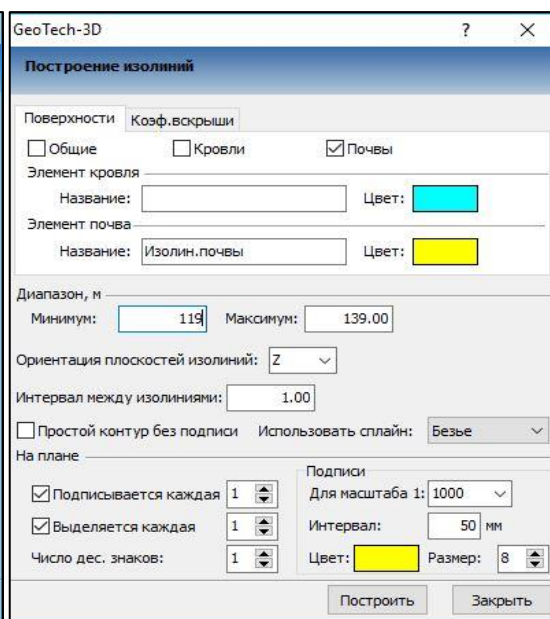

Рис. 9.5
6.2. Выберите объект **Рудное тело** и с помощью команды **Создать изолинии** постройте изолинии почвы согласно параметров рис. 9.5.